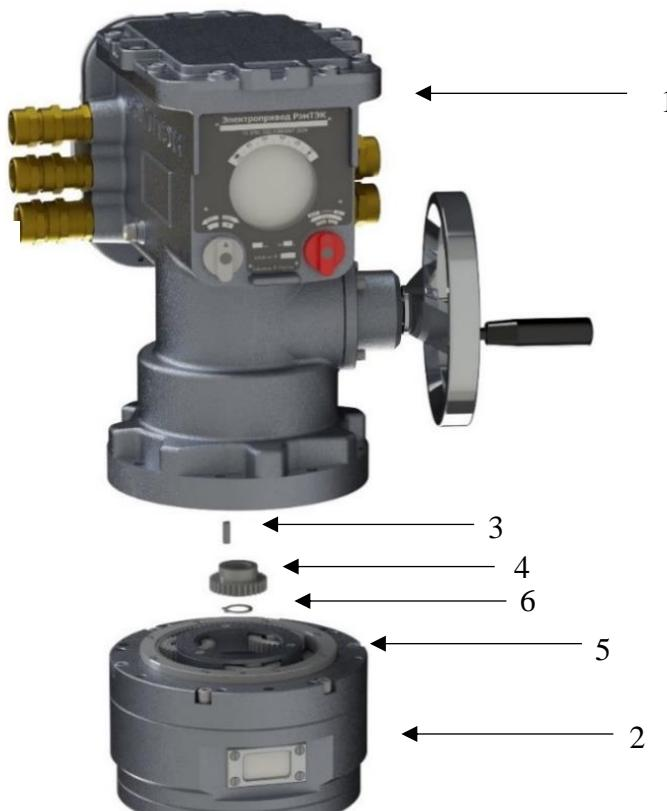

Рисунок 35 – Порядок замены редуктора
- с помощью шестерни (поз.4) Рис.35;